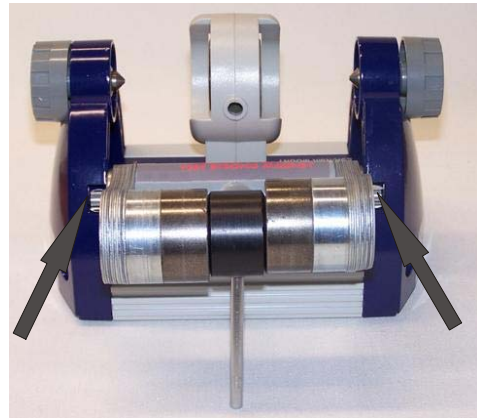

Fig. 2 Imán permanente colocado en la unidad básica
- Se enrosca la barra metálica en el yugo de la unidad magnética. Se coloca la unidad magnética en el soporte de sujeción de la unidad básica, como se muestra en la Fig. 2.